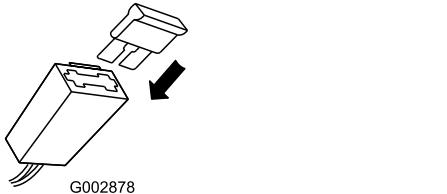

Figura 24
2. Inserite il fusibile nel portafusibili (Figura 24).